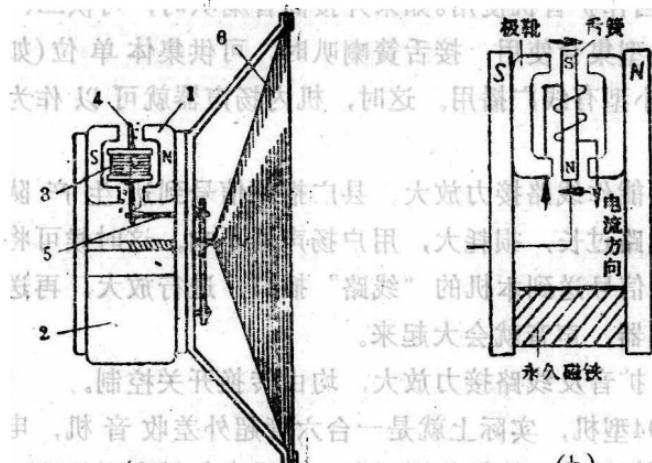

图 14-4
(1) 构造和工作原理 它是农村有线广播中应用相当广泛的一种，构造如图 14-4(a)所示。
它的工作原理是这样的：音频电流通过线圈时，线圈周围产生磁场，舌簧片被磁化。在某一时刻电流方向如图 14-4(b)所示，舌簧的上端为 S 极，下端为 N 极。在磁场作用下上端向右偏转，下端向左偏转，带动传动杆向里拉纸盆。在另一时刻，舌簧片的上端为 N 极，下端为 S 极，在磁场的作用下，舌簧上端向左偏转，下端向右偏转，带动传动杆向外推纸盆。因为音频电流的大小和方向是变化的，所以线圈两端的极性和磁场强度也相应地变化，于是纸盆也就